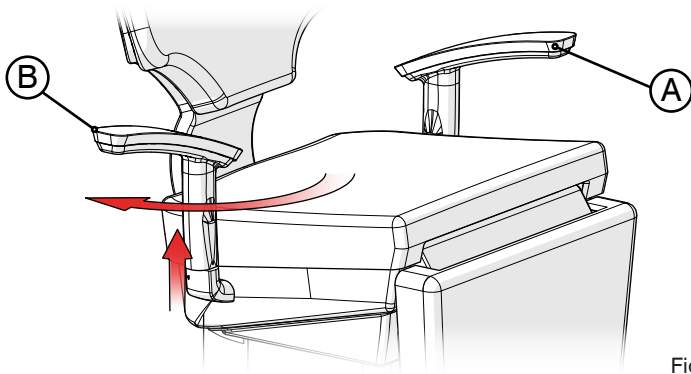

Fig. 9
Para girar el apoya-brazos (B), es necesario estirarlo en movimiento ascendente (manteniéndolo en su alojamiento) hasta que el mecanismo giratorio se desbloquee y permita que gire hasta que éste consiga su tope límite (final de carrera), dónde se bloqueará de nuevo. Para mover el apoya-brazos de nuevo a su posición inicial, es suficiente con elevarlo de nuevo y volverlo hacia adentro, hasta que se bloquee automáticamente (Fig. 9).